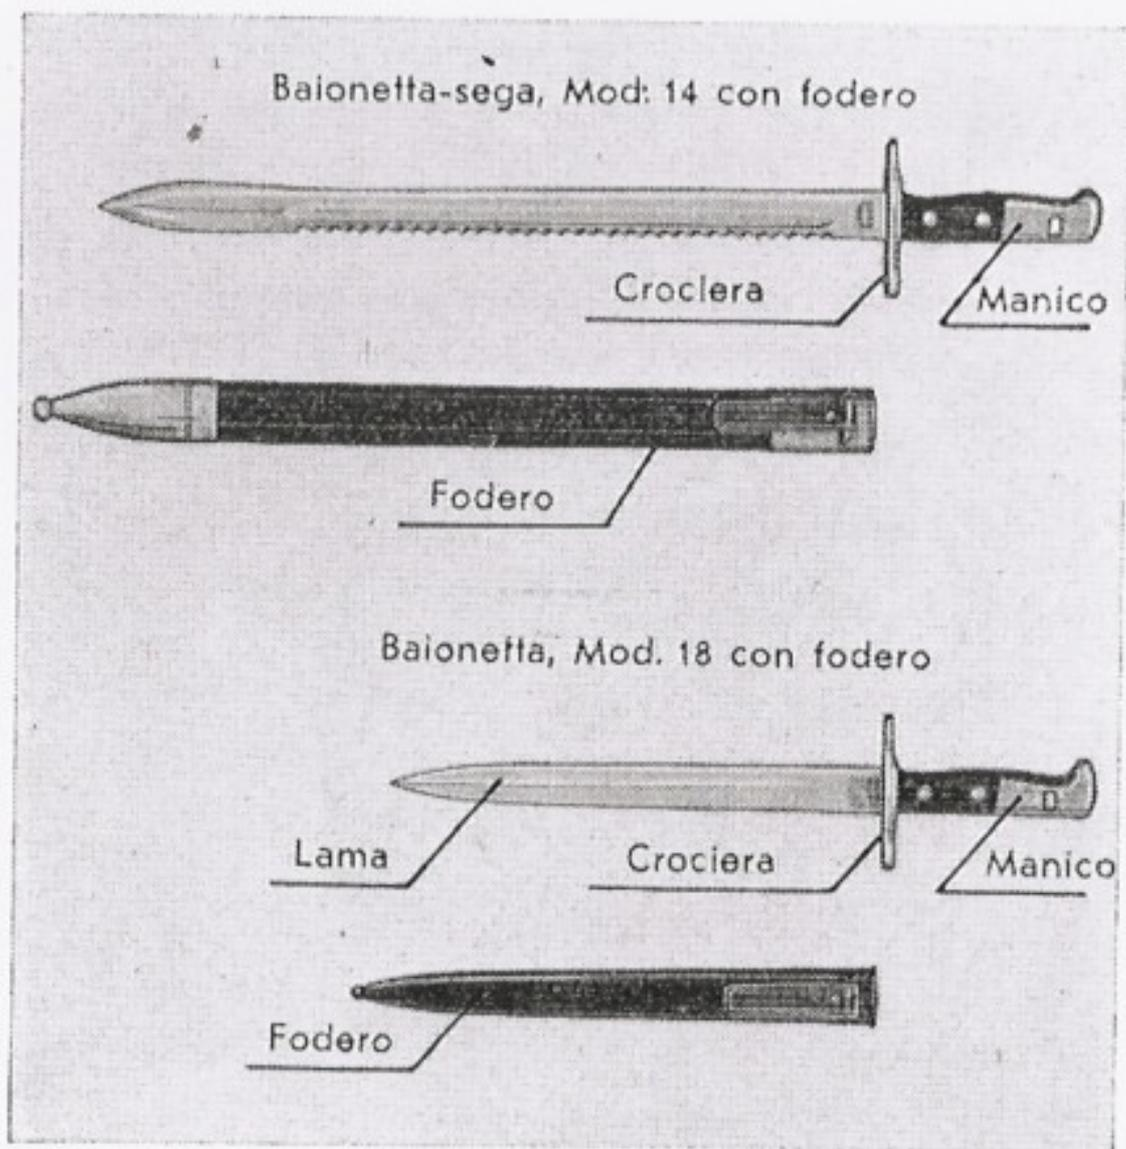

Fig. 15.
**18.** La baionetta (fig. 15), fissata alla bocca della canna, trasforma il moschetto in arma bianca. L'incastro del manico s'adatta nel fermo per la baionetta della